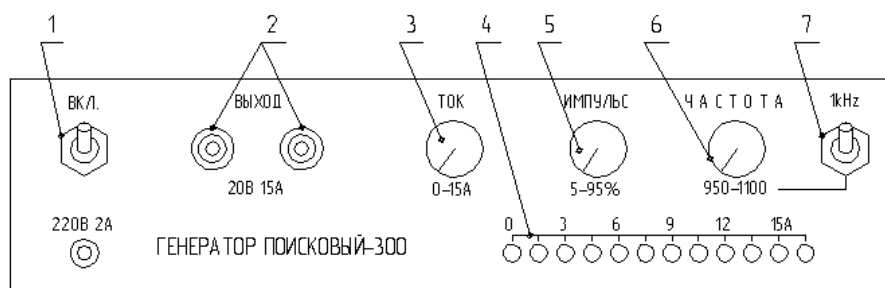

Рис.1. Лицевая панель генератора.
4.2. Конструктивно генератор собран в унифицированном пластмассовом прямоугольном корпусе. Все органы управления и индикации расположены на лицевой панели прибора (рис.1). Заднюю стенку корпуса занимает радиатор.
Включается генератор тумблером питания 1 на рис.1. Должен загореться крайний левый «нулевой» светодиод линейной шкалы 4 индикатора выходного тока. Ручкой регулятора тока устанавливается ток в нагрузке от нулевого до максимального значения (15 А). Следует учитывать, что генератор представляет собой регулятор тока с напряжением холостого хода около 20 В, поэтому максимальный выходной ток можно получить только если общее сопротивление между клеммами генератора не превышает 1.5 Ом. Ручкой 5 «Импульс» устанавливается желаемая скважность тока и средняя мощность в нагрузке. Генератор рассчитан на длительную работу при максимальной выходной мощности в нагрузке до 300 Вт. При длительной работе генератора следует его корпус располагать в положении, обеспечивающим свободный доступ воздуха к радиатору на задней стенке, который может нагреваться до 50°C.